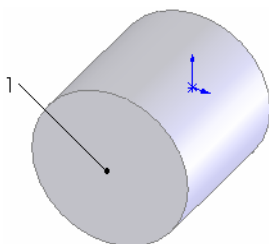
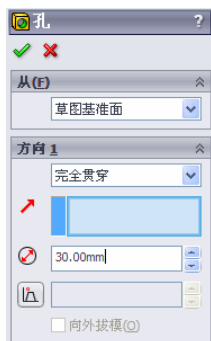

图 5-189 拉伸的图形
图 5-190 “孔”属性管理器
① 设置基准面。在左侧的“FeatureManager 设计树”中用鼠标选择“前视基准面”作为绘制图形的基准面。
② 绘制草图。选择菜单栏中的“工具”→“草图绘制实体”→“圆”命令，以原点为圆心绘制一个直径为 60 的圆。
③ 拉伸实体。选择菜单栏中的“插入”→“凸台/基体”→“拉伸”命令，将上一步绘制的草图拉伸为“深度”均为 60 的实体，结果如图 5-189 所示。
④ 执行孔命令。用鼠标选择图 5-189 中的表面 1，选择菜单栏中的“插入”→“特征”→“孔”→“简单直孔”命令，或者单击“特征”工具栏中的“简单直孔”图标，此时系统弹出如图 5-190 所示的“孔”属性管理器。